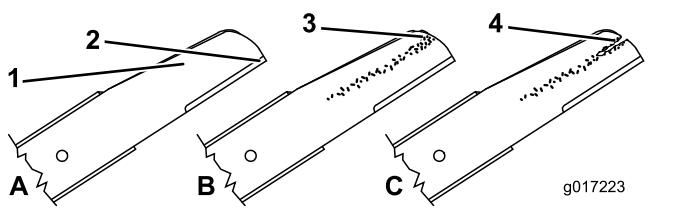

Figura 34
- Controllate i taglienti (Figura 34). Se i taglienti non sono affilati o presentano intaccature, togliete le lame ed affilatele o sostituitele.
- Controllate le lame stesse, in particolare l'area curva (Figura 34). Se notate eventuali danni, usura o una fessura in quest'area, sostituite immediatamente con lame nuove.